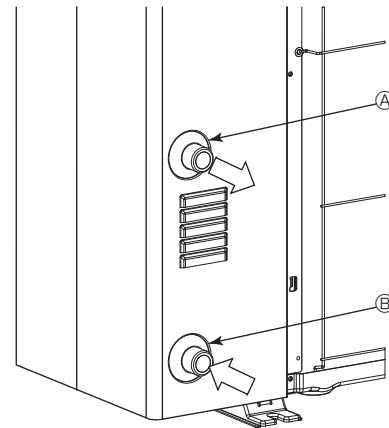

Fig. 5-1
### 5.1. Wasserrohrverbindungen (Fig. 5-1)
- Einla- und Auslaleitungspositionen werden in Fig. 5-1 gezeigt.
[Fig. 5-1]